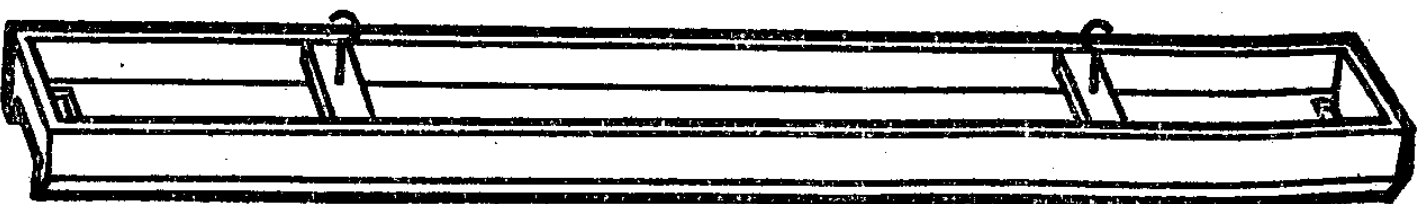

图 4-21
6. 木架：又称灯架，如图 4-21，它是装置限流器、灯管、灯座等零件用的。木架是木头做的，內部空的，可以放零件。